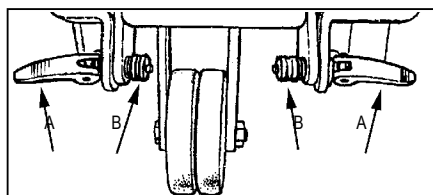

Figure 2
1. Ouvrez les leviers de déverrouillage rapide (2A) et dévissez les écrous de réglage (2B) pour permettre l'installation du chariot. (voir Figure 2)